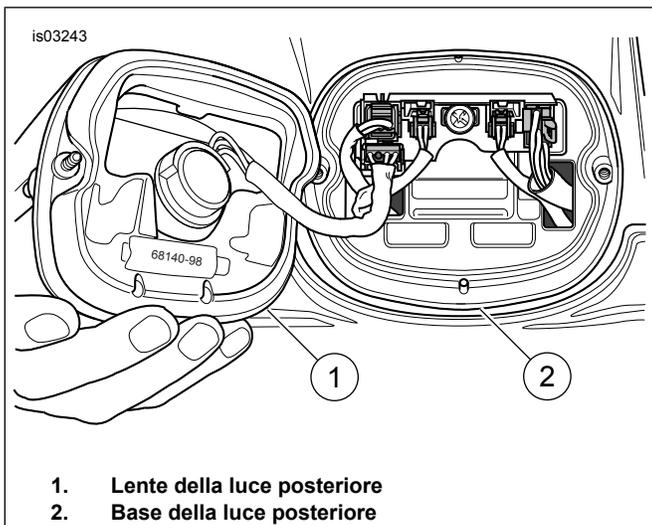

Figura 2. Rimozione della lente della luce posteriore
3. Vedere Figura 2. Rimuovere le due viti e la lente della luce posteriore (1) dalla base (2).
2. Vedere Figura 2. Installare la lente della luce posteriore (1) sulla base (2) usando due viti.